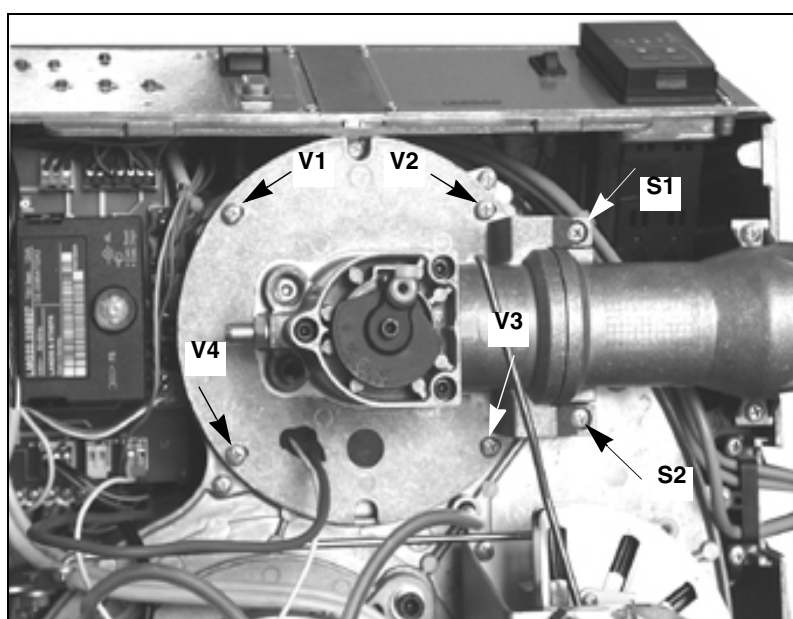

Fig. 29
- Desmonte, controle y limpie el cabezal de combustión (véase Fig. 29 y siguientes);
- 1 Quite los 4 tornillos V1, V2, V3, V4 y el par de tornillos S1 y S2 (Fig. 29).
- Reinstale los 4 tornillos V1...V4 sin apretarlos (Fig. 29).
- Apriete los dos tornillos S1 y S2 (Fig. 29).
- Apriete los 4 tornillos V1...V4 (Fig. 29).